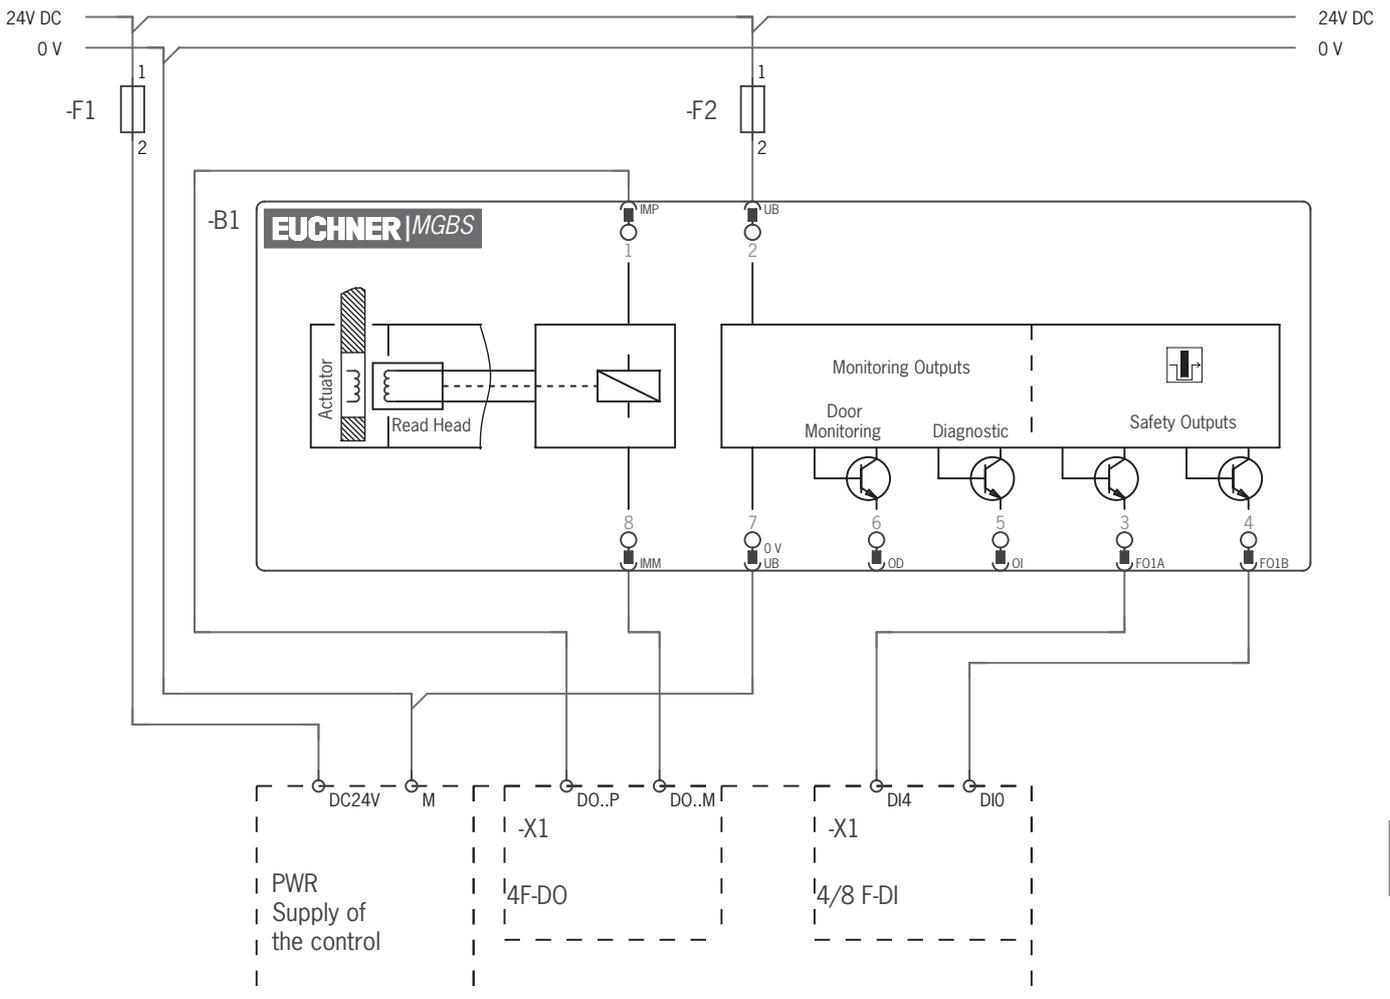

Fig. 5: Ejemplo de conexión a ET200
- ▶ En caso de accionamiento de doble canal de la tensión del solenoide mediante salidas seguras en un sistema de control deben tenerse en cuenta los siguientes puntos (véase también la Fig. 5 en la página 25):